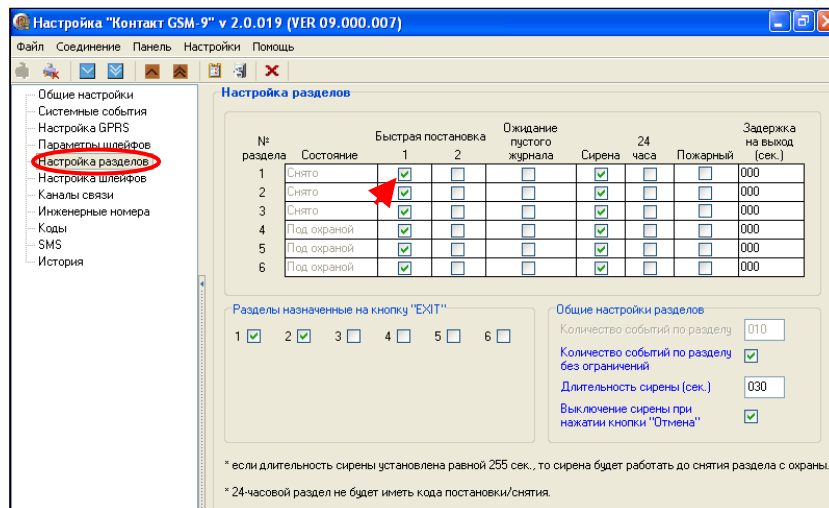

Рис.5.13. Вариант №3 быстрой постановки под охрану: **раздел не ставится под охрану, а задержка на выход включается**, даже если шлейф нарушен.
**Вариант №3** (рис.5.13) быстрой постановки под охрану: **раздел не ставится под охрану, а задержка на выход включается**, если шлейф нарушен.